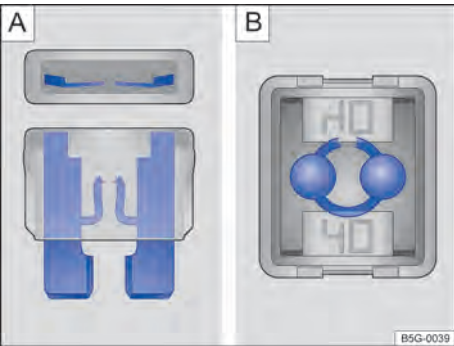

Fig. 162
- Un *fusible plano* (ATO®, MINI®) averiado es reconocido desde arriba o desde el costado por la carcasa transparente en las bandas metálicas derretidas → fig. 162 **A**.
- Un *fusible de bloqueo* (JCASE®) averiado es reconocido por las bandas metálicas por encima de la carcasa transparente → fig. 162 **B**.